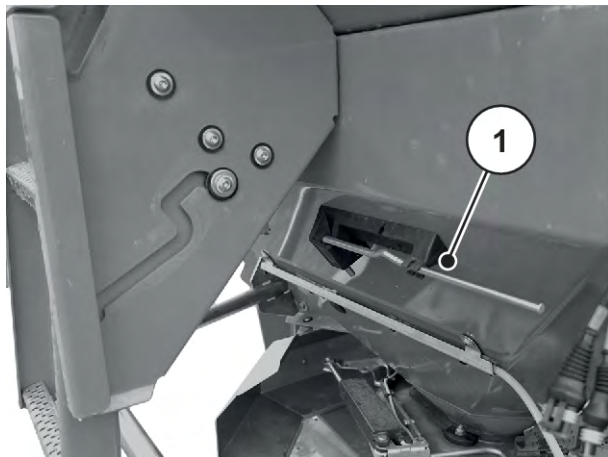

Fig. 27: Poziția manetei de reglare AXIS xx.2
- ▶ Plasați înapoi maneta de reglare pe suportul prevăzut. A se vedea *Fig. 27 Poziția manetei de reglare AXIS xx.2*